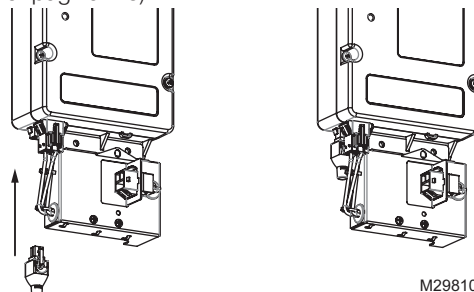
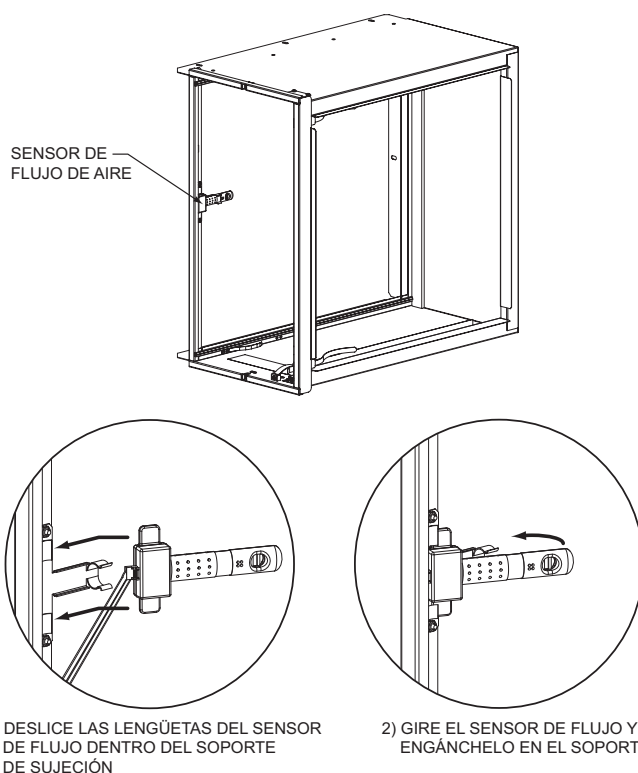

Fig. 12. Enchufe del puente de derivación del sensor de flujo de aire instalado.
Fig. 14. Instalación del interruptor de flujo de aire.
NOTA: el limpiador de aire mejorado Honeywell deberá ser encendido únicamente cuando haya flujo de aire. El interruptor de flujo de aire viene instalado de fábrica. Consulte la Fig. 1 en la página 4 y la Fig. 14 en la página 16. Para derivar el sensor de flujo de aire para localizar y solucionar problemas, utilice el enchufe del puente de derivación especial (ver Fig. 12) incluido en la bolsa de piezas. Con el puente de derivación ya en su lugar, el limpiador de aire quedará encendido siempre que esté conectado al suministro de electricidad. El puente de derivación no está diseñado para ser utilizado en un funcionamiento normal.
- b. Quite el módulo de mejoramiento del gabinete del limpiador de aire mejorado Honeywell y revise el interruptor de flujo de aire (ver Fig. 14 en la página 16).